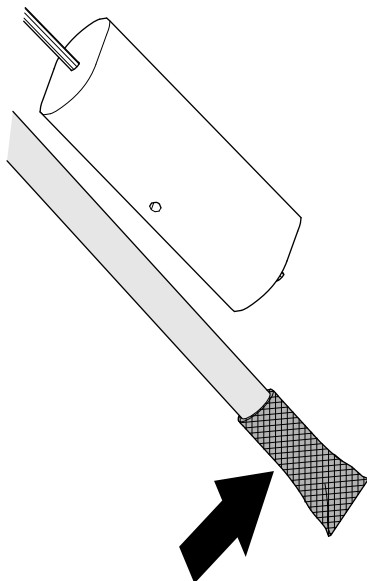

Figura 126
1. Curățați ecranul de la capătul tubului de colectare a combustibilului (Figura 126).